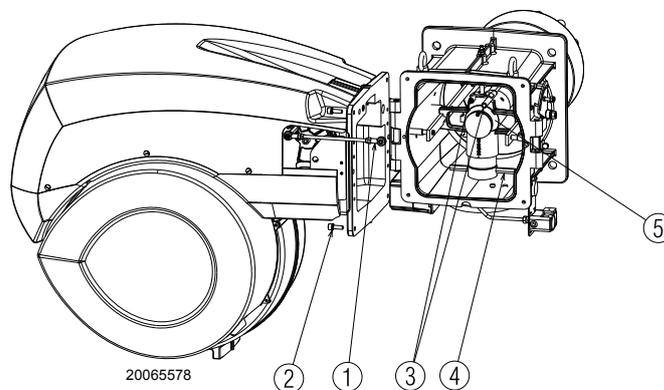

Fig. 13
- Aprire il bruciatore sulla cerniera (Fig. 13), dopo aver sganciato il tirante della leva di movimento testa 1) e tolto le 4 viti di fissaggio 2).